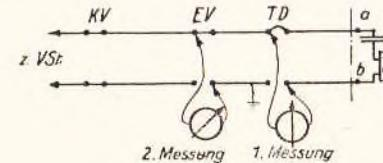

Bild 92.
3. b-Nebenschluß (Strommessung, Bild 92):